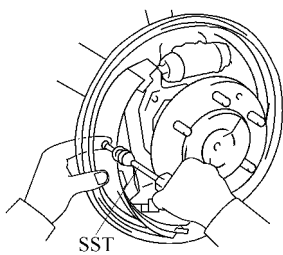

图 15-92 拆下前制动蹄压簧、弹簧座和销子
1) 使用制动蹄下固定弹簧旋具拆下前制动蹄压簧、弹簧座和销子，如图 15-92 所示。